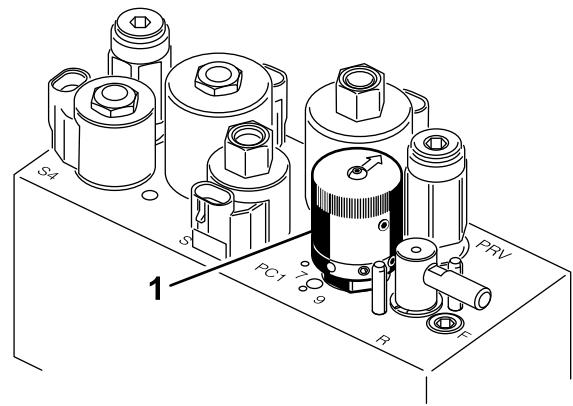

Figure 30
4. Pour régler la vitesse des cylindres, tournez le bouton (Figure 30) jusqu'à ce que la flèche soit en face du numéro correspondant au réglage voulu.